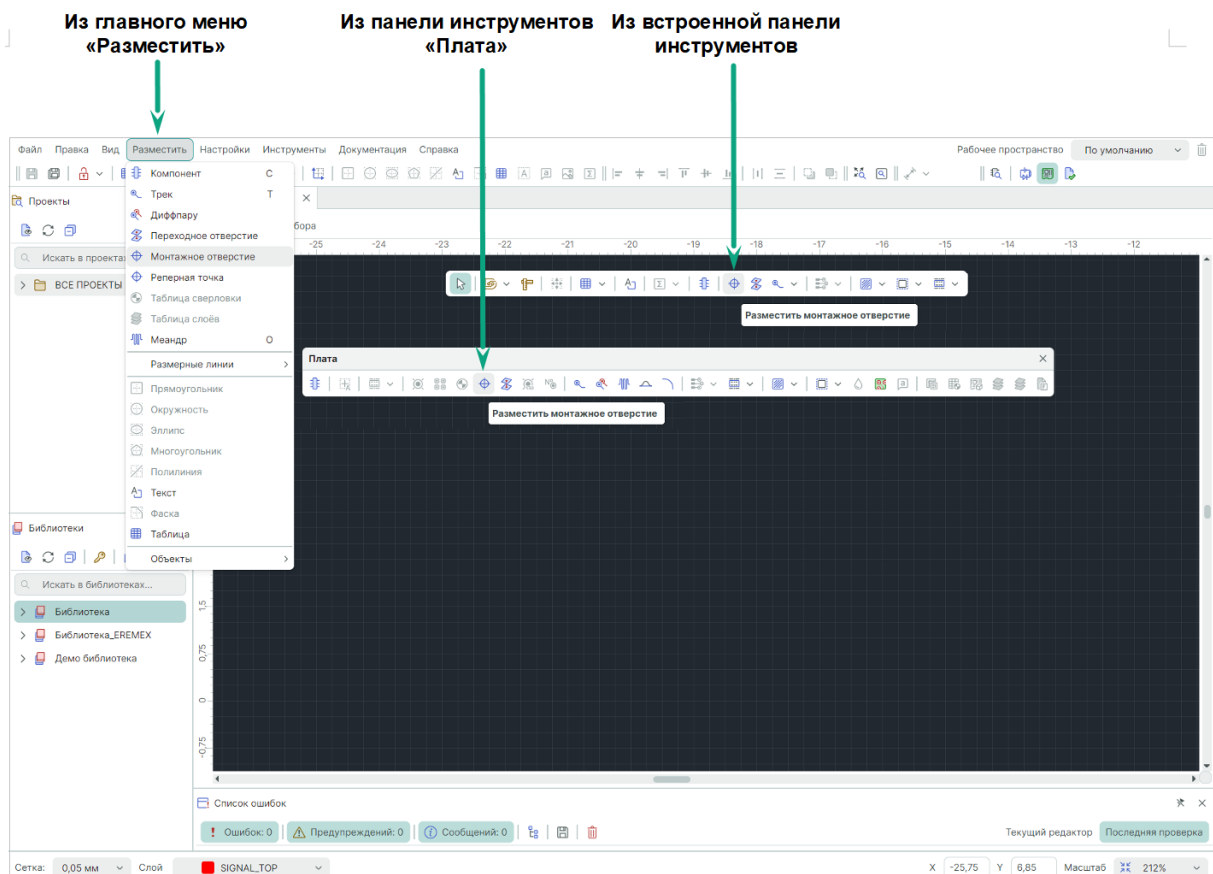

Рис. 185 Вызов инструмента «Разместить монтажное отверстие»
1. Вызовите инструмент «Разместить монтажное отверстие», который обозначен символом  на панели инструментов «Плата», а также доступен во встроенной панели редактора, в пункте «Инструменты» контекстного меню и в главном меню «Разместить», см. Рис. 185.